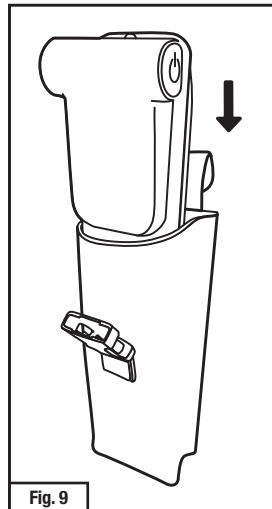

Fig. 9
3. On peut porter l'étui de grand rendement d'un côté ou de l'autre de la ceinture. Si on choisit de porter l'étui sur le côté **droit** de la ceinture, faire glisser l'adaptateur de pile TR-659 doté du bloc-piles dans l'étui de grand rendement TR-656 en s'assurant que le côté du bloc-piles fait face à la boucle de ceinture (arrière) de l'étui (Fig. 9).